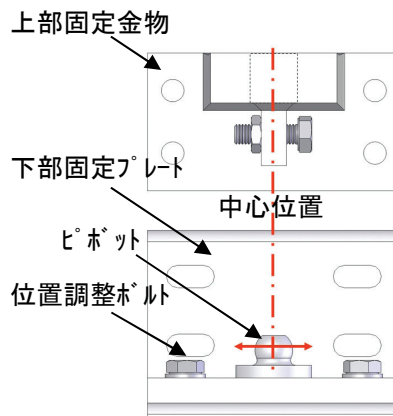
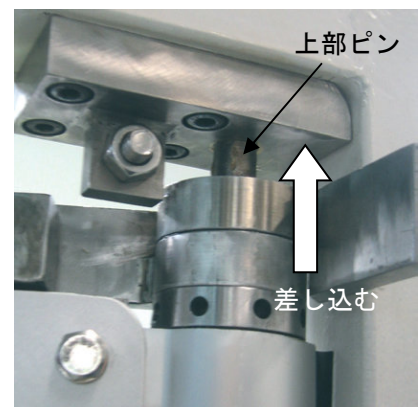

図 3
図 6
- ② この際、上部固定金物の中心位置と下部固定プレートの中心位置とが同じになるように設置してください。（図 3 参照）
- ② ドア下部六角調整ボルト下端部の穴を下部固定プレート上のピボットに差し込みます。（図 3,5 参照）
**※この際①で挿入した滑玉が外れないように注意してください。**
- ③ ドア上部ピンを上部固定金物のブッシュ（ベアリング）の位置に合わせ、ドア下部六角調整ボルトを時計回りに回転させることによって上部ピンをブッシュ（ベアリング）内に挿入します。（図 6,7 参照）